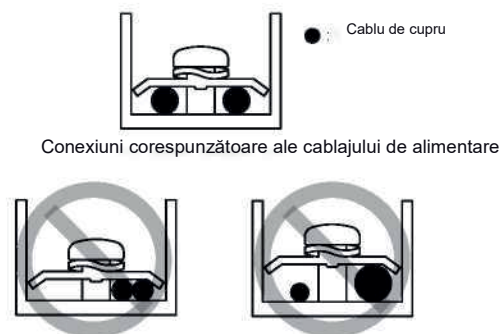

Figura 9.2
- Nu conectați două cabluri de alimentare cu diametre diferite la aceeași bornă de alimentare (poate provoca supraîncălzirea cablurilor din cauza cablajului slăbit) (Consultați Figura 9.2)